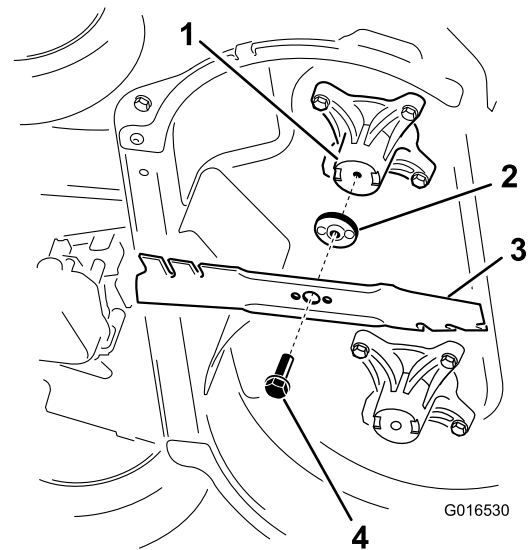

Figura 45
1. Instale la primera cuchilla en posición horizontal, junto con todos los herrajes de montaje, según se muestra en Figura 45.
2. Retire cada cuchilla, según se muestra en Figura 45.